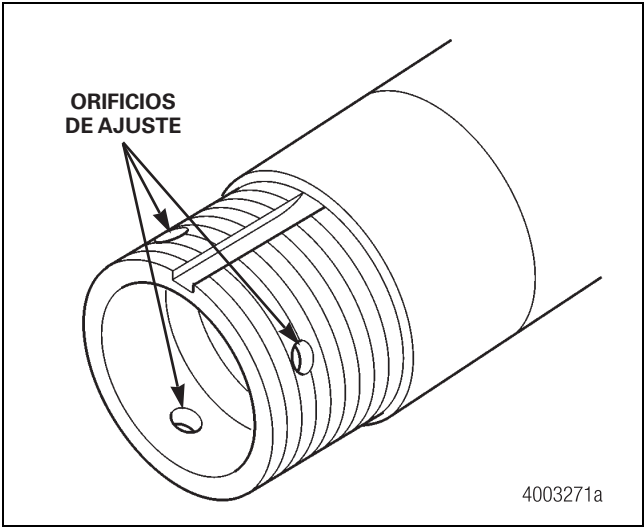

Figura 9.4
- Por la espiga, la cual consta de un eje tipo “TP” con tres orificios de ajuste taladrados. Figura 9.4.